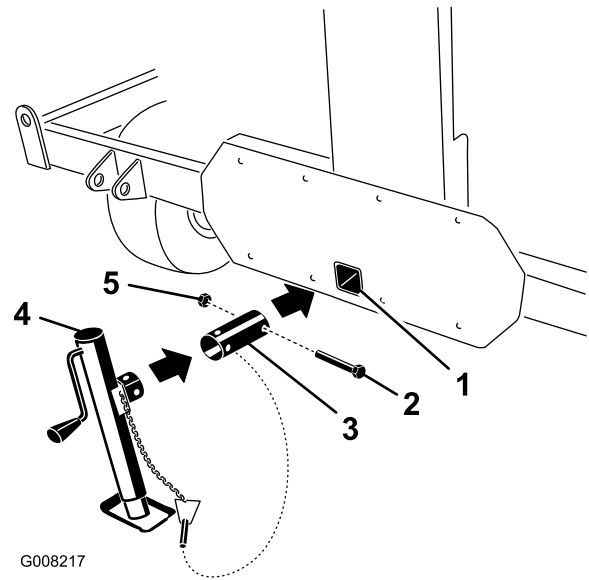

Bild 8
3. Setzen Sie das Achsständerrohr in das Befestigungsloch der Zugstange ein (Bild 8).
5. Befestigen Sie das Rohr mit der vorher entfernten Schraube und Mutter am Kernprozessor (Bild 8).
6. Schieben Sie den Achsständer auf das Achsständerrohr, fluchten die Befestigungslöcher aus und befestigen es mit dem Klappstecker (Bild 8 und Bild 9).